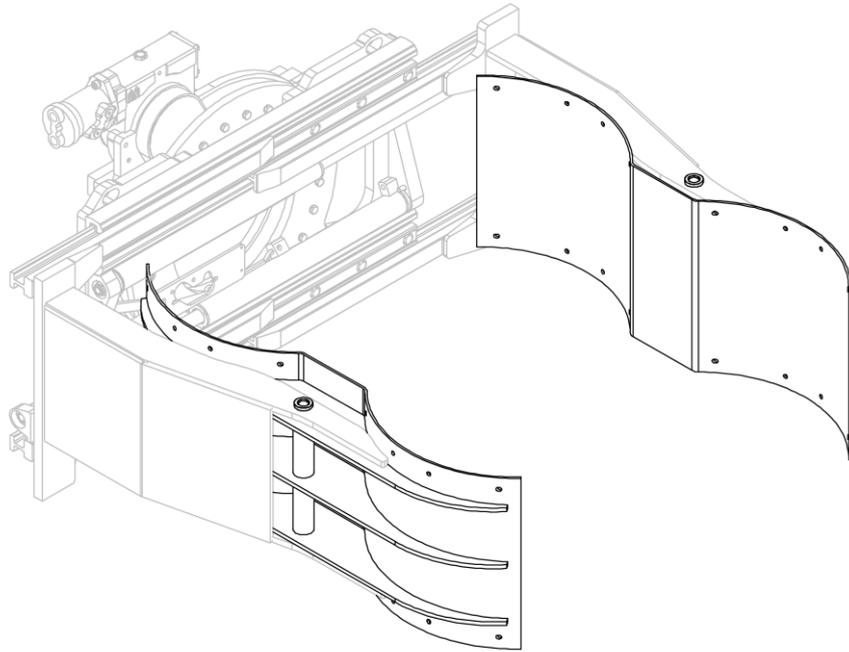
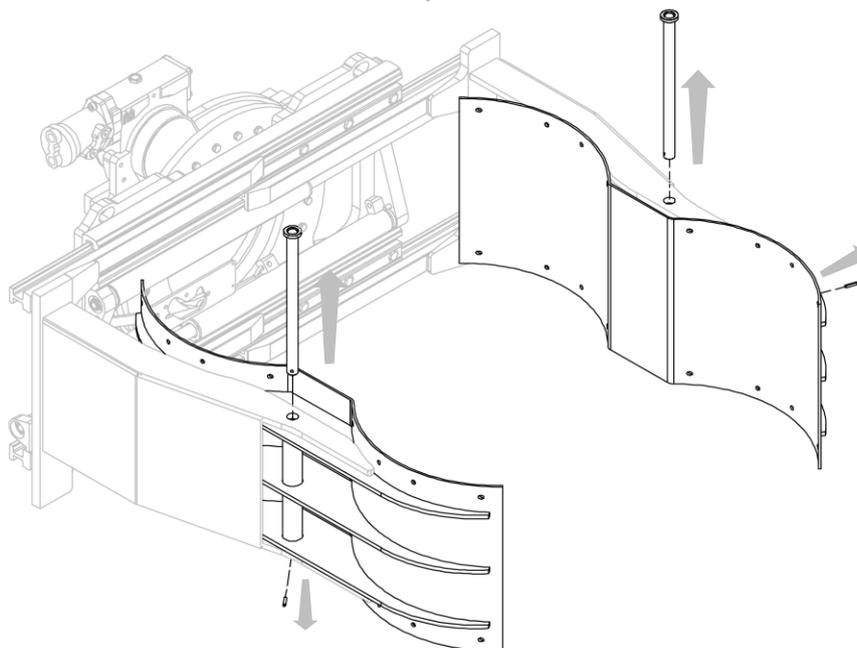

Figura 28
Figura 29
3. Rimuovere le ganasce dalle forcelle, rimuovendo i perni e le spine elastiche che le bloccano (vedi *Figura 28* e *Figura 29*).